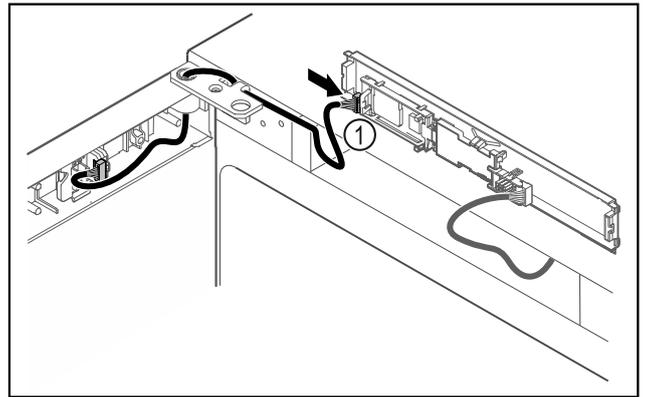

Fig. 50
- Brancher le connecteur Fig. 50 [1] sur la platine.